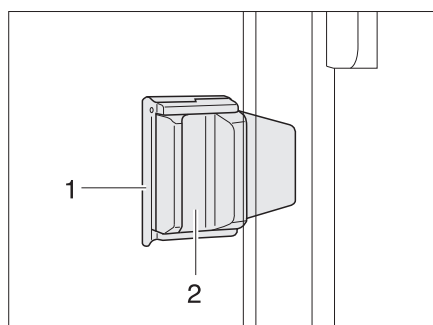

Bild 57 Schiebefenster mit Schiebeverriegelung
- Verriegelung (Bild 57,1) herausziehen.
- Griff (Bild 57,2) drücken und gleichzeitig nach vorn oder hinten schieben.
- Verriegelungsknopf (Bild 57,1) in vertikale Position drehen.